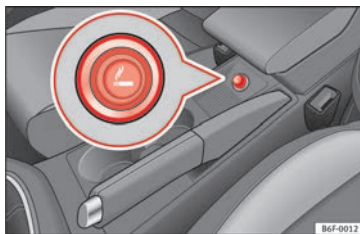

Fig. 161 Accendisigari.
- Premere il pulsante dell'accendisigari » fig. 161 per attivarlo » ⚠.